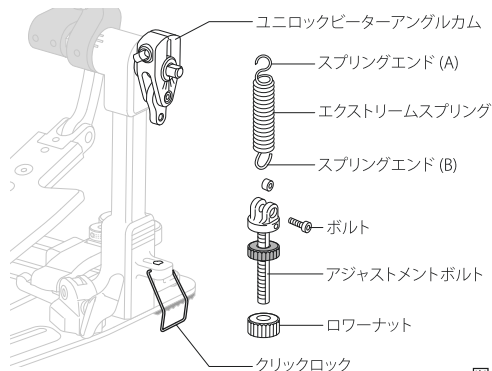

図9
ユニロックピーターアングルカムからスプリングエンド (A) を取り外し、付属の六角レンチ (3mm) でスプリングエンド (B) のボルトを緩め、エクストリームスプリングを取り外します (図9)。